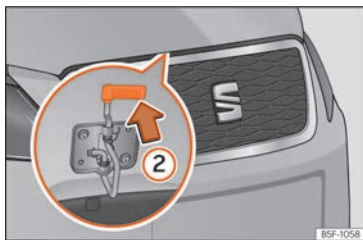

Fig. 14 Leva sotto il cofano del vano motore.
- Per sollevare il cofano del vano motore, tirare verso l'alto la levetta sporgente da sotto il cofano stesso »» fig. 14 ②. Il cofano viene disimpegnato dal gancio che lo trattiene.